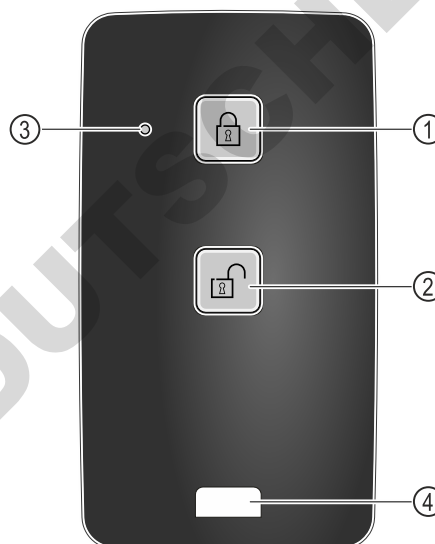

Fig. 245
- (1) Verrouiller la serrure
- (2) Déverrouiller la serrure
- (3) LED d'état
- (4) Cœillet de fixation
- Appuyer sur la touche Fig. 245 (1) de la télécommande.
- Appuyer sur la touche Fig. 245 (2) de la télécommande.
- La LED d'état Fig. 245 (3) émet un signal visuel lorsqu'on appuie sur une touche.
- Cœillet Fig. 245 (4) pour attacher la télécommande, par exemple à un trousseau de clés.